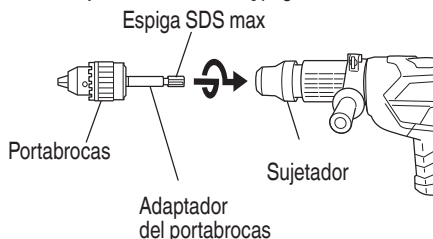

Fig. 16
- (2) Fijación del adaptador para portabarreras al portabarreras (Fig. 16)